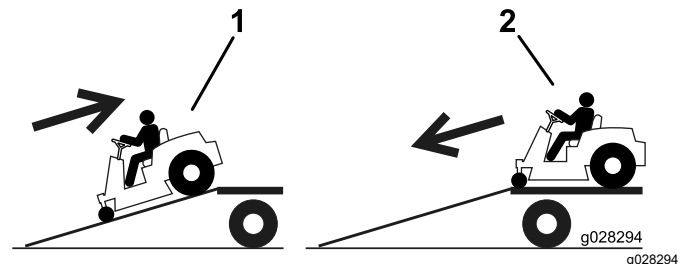

Bild 15
2. Fahren Sie die Maschine vorwärts von der Rampe herunter (Bild 15).